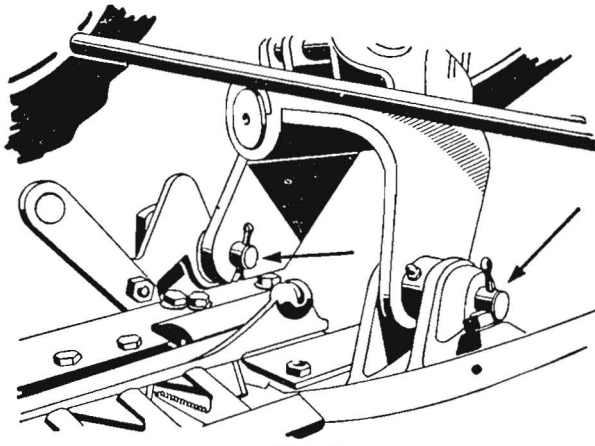

Bild 14
2.4 Anschließen des Schneidwerkes. (Bild 14)